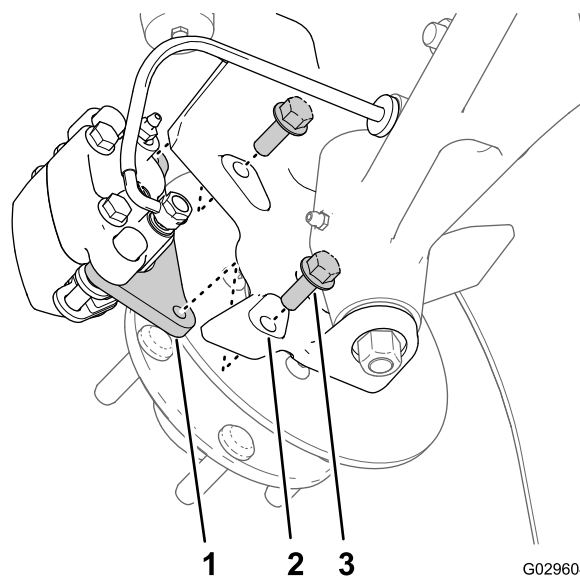
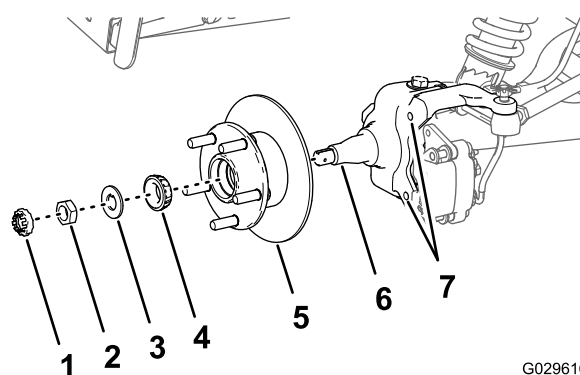

Figure 29
Figure 33
3. Retirez les 2 boulons à embase (3/8 x 1 po) qui fixent le support du frein à la fusée et séparez le frein de la fusée (Figure 29).
1. Appliquez une fine couche de la graisse spécifiée sur la fusée (Figure 33).
2. Montez le moyeu et le rotor sur la fusée en plaçant le rotor à l'intérieur (Figure 33).
3. Montez le roulement extérieur sur la fusée et poussez le roulement contre la bague (Figure 33).
4. Montez la rondelle-frein à languette sur la fusée (Figure 33).
5. Vissez l'écrou de fusée sur la fusée et serrez-le tout en tournant le moyeu (Figure 33).
2. Alignez les plaquettes de frein de chaque côté du rotor (Figure 29) et alignez également les trous dans le support d'étrier et les de fixation du frein sur le porte-fusée (Figure 33).
3. Fixez le support d'étrier au porte-fusée (Figure 29) à l'aide de 2 boulons à embase (3/8 x 1 po) serrés à un couple de 47 à 54 N·cm.